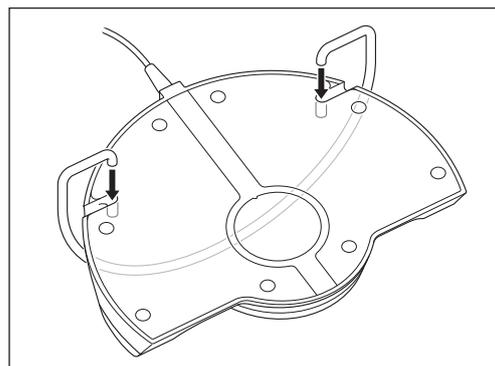

Fig. 4
- 1) Inserire il supporto del pedale nei fori sul retro del pedale (Fig. 4).